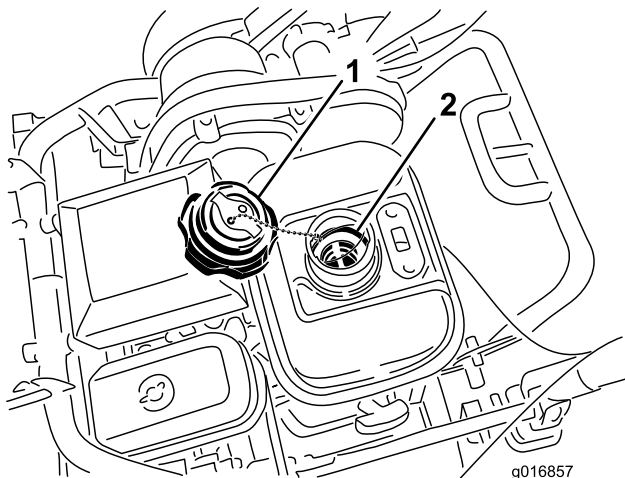

Рисунок 37
3. Вывинтите и снимите топливный отстойник с топливного бака (Рисунок 37).
3. Для увеличения натяжения тросика ослабляйте верхнюю зажимную гайку тросика и затягивайте нижнюю зажимную гайку тросика (Рисунок 37) до тех пор, пока усилие на рукоятке рычага тормоза, требуемое для отпущения фиксатора стояночного тормоза, не составит 156 Н. Не допускайте перерегулирования, иначе тормоз может прихватывать.